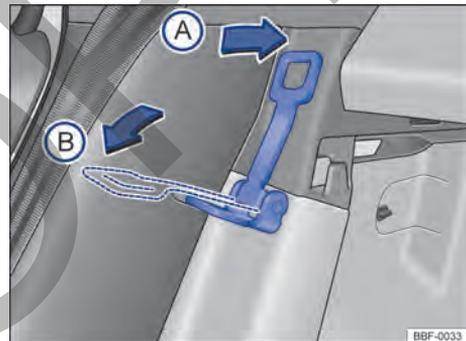

Fig. 65 Atrás del asiento trasero: palanca para regular la inclinación del respaldo
- **Posición A** (A): colocar la palanca → fig. 65 en el sentido de la flecha (A), para volver el respaldo del asiento a su posición original.
- **Posición B** (B): poner la palanca → fig. 65 en la dirección de la flecha (B), para ampliar el maletero.
Volkswagen recomienda no montar el asiento para niños en el asiento trasero en la posición B → fig. 65. <